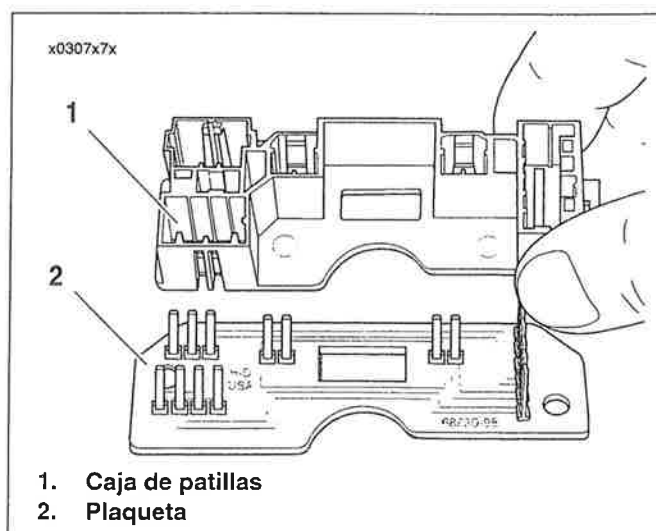

Figura 7-35. Conector macho y plaqueta
8. Vea la Figura 7-35. Instale la plaqueta y el conector macho a la base con un tornillo.